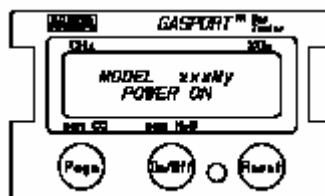

Figura 2-15. Modelo N°, Encendido (ON)
- El desplegado destella y momentáneamente da la lectura mostrada en la Figura 2-15.